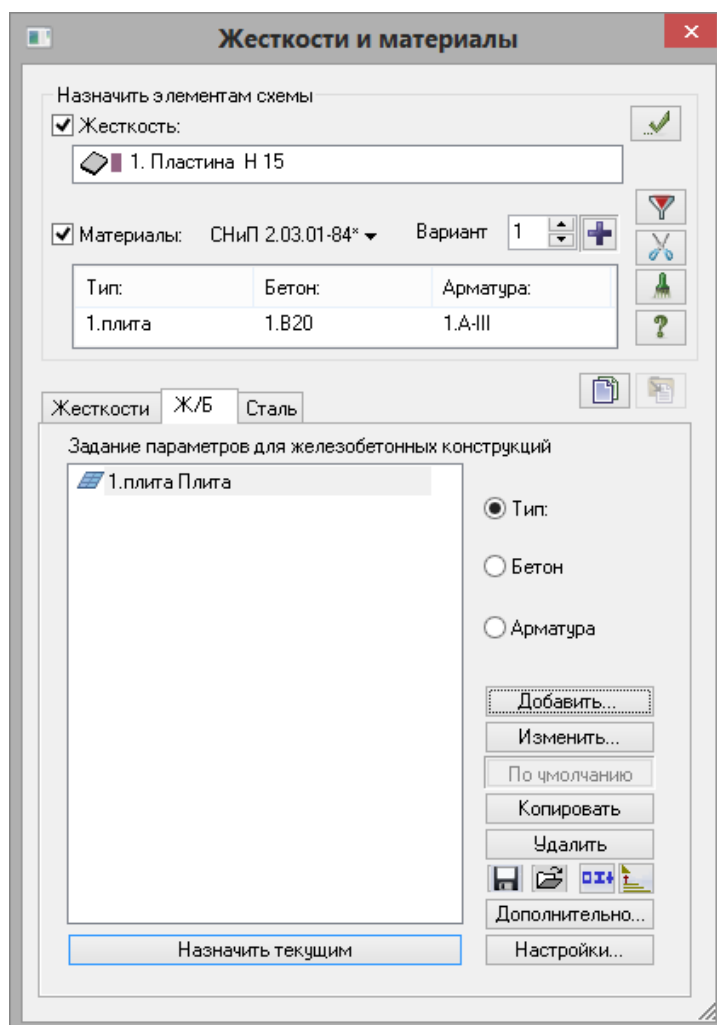

Рис.2.10. Диалоговое окно **Жесткости и материалы**
- После этого включите радио-кнопку **Тип** и щелкните по кнопке **Добавить** (рис.2.10).